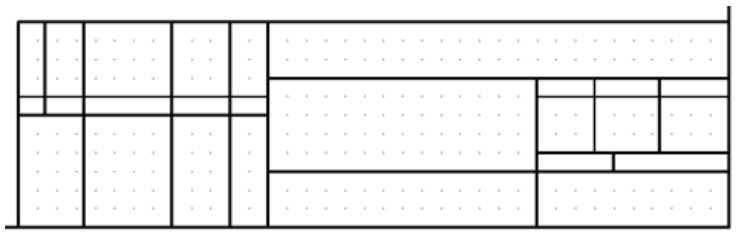

Рис. 182
5. Удалить часть вертикального отрезка (рис. 182).